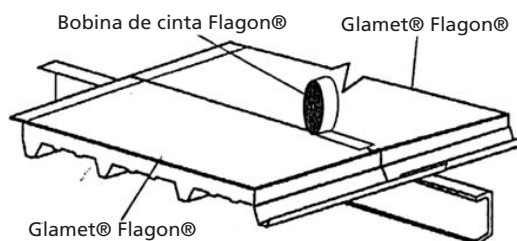

Fig. 17
6. Una vez efectuadas las operaciones anteriormente citadas, en el caso que se hayan colocado paneles en más tiras, es necesario impermeabilizar el traslape utilizando bobinas de cinta Flagon®, de ancho 20 cm. (fig. 17).